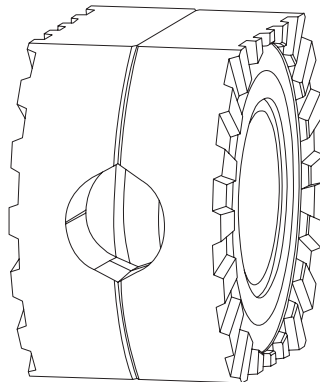

Рис. 3
10. Объедините обе распорные муфты со штифтами, пружинками и дистанционными кольцами в сборе в один пакет. Штифты одной муфты должны быть расположены напротив колодцев с пружинками другой муфты (**Рис. 3**).